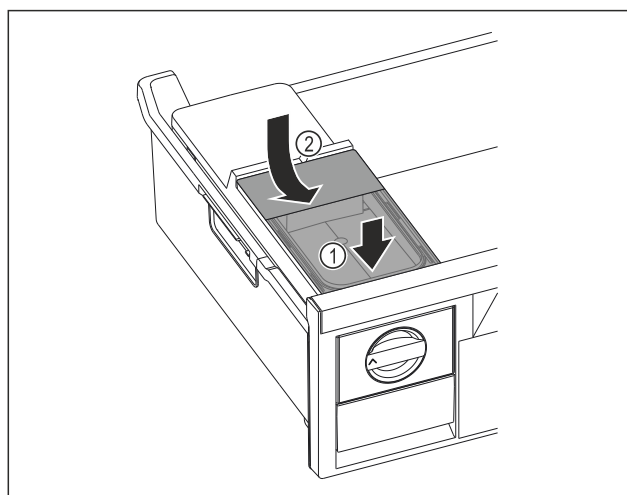

Fig. 125
- Placera vattenbehållaren framtill. Fig. 125 (1)
► Sänk ned vattenbehållarens baksida. Fig. 125 (2)